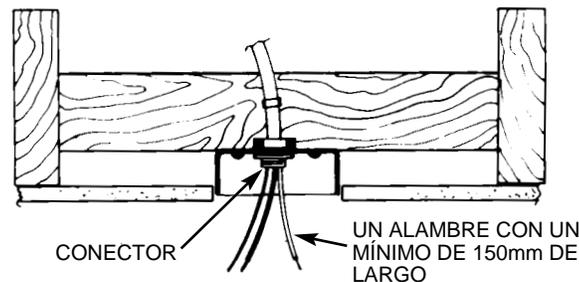

FIGURA 3
B. Pasar todos los cables eléctricos por la caja y unirlos a un interruptor aprobado. Asegúrese de que las instalaciones están de acuerdo con el código de electricistas. Los cables deben salirse por los menos 150mm afuera de la caja del conector, para facilitar la instalación. Ver Figura 3.